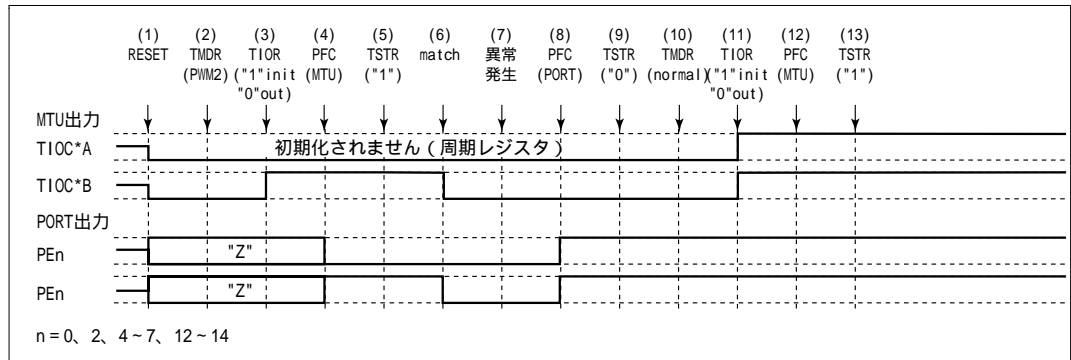

図 8.55 PWMモード2で異常が発生し、ノーマルモードで復帰する場合
PWMモード2で異常が発生し、再設定後ノーマルモードで再スタートする場合の説明図を図8.55に示します。
- (1) ~ (9) は図 8.55 と共通です。
- (10) PWMモード1を設定します。
- (11) TIORで端子を初期化してください(PWMモード1ではTIOC*B側は初期化されません)。
- (12) PFCでMTU出力としてください。
- (13) TSTRで再スタートします。
(1) ~ (9) は図 8.55 と共通です。
(10) PWMモード2で再スタートする場合には必要ありません。
(11) TIORで端子を初期化してください(PWMモード2では周期レジスタの端子は初期化されません)。
(12) PFCでMTU出力としてください。
(13) TSTRで再スタートします。